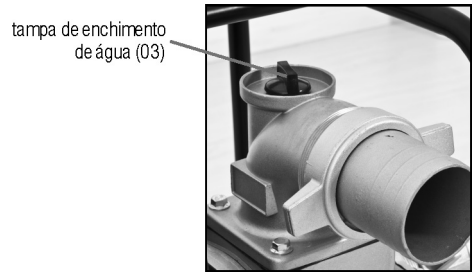

Fig. 28 – Removendo a tampa de enchimento de água
e. Remova a tampa de enchimento de água (fig. 28).
h. Feche a tampa de enchimento de água (fig. 28).
k. Guarde o produto seguindo os procedimentos do item 2.10.